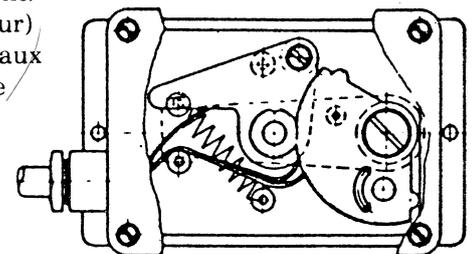

Fig. 3
- Premier commutateur: amener la tige de commande motrice en mi-course (alimenter en pression). Tourner le segment denté dans le sens direct jusqu'à ce que le levier (8) touche le boîtier du commutateur. Rentrer complètement la tige de commande motrice en faisant varier la pression (l'accouplement à friction évite tout dommage à l'appareil).
- Deuxième interrupteur: Dévisser légèrement la vis (7) et la placer dans la position extrême et extérieure de la fente et visser légèrement. Sortir le piston (év. donner une pression de 1,2 bar sur le servomoteur) et presser avec le doigt le levier extérieur (2) dans le sens contraire aux aiguilles de la montre, tourner le doigt entraîneur (6) jusqu'à ce que le levier (8) touche le boîtier de l'interrupteur. Visser à fond la vis (7).
**XAP 2** (Fig. 3)